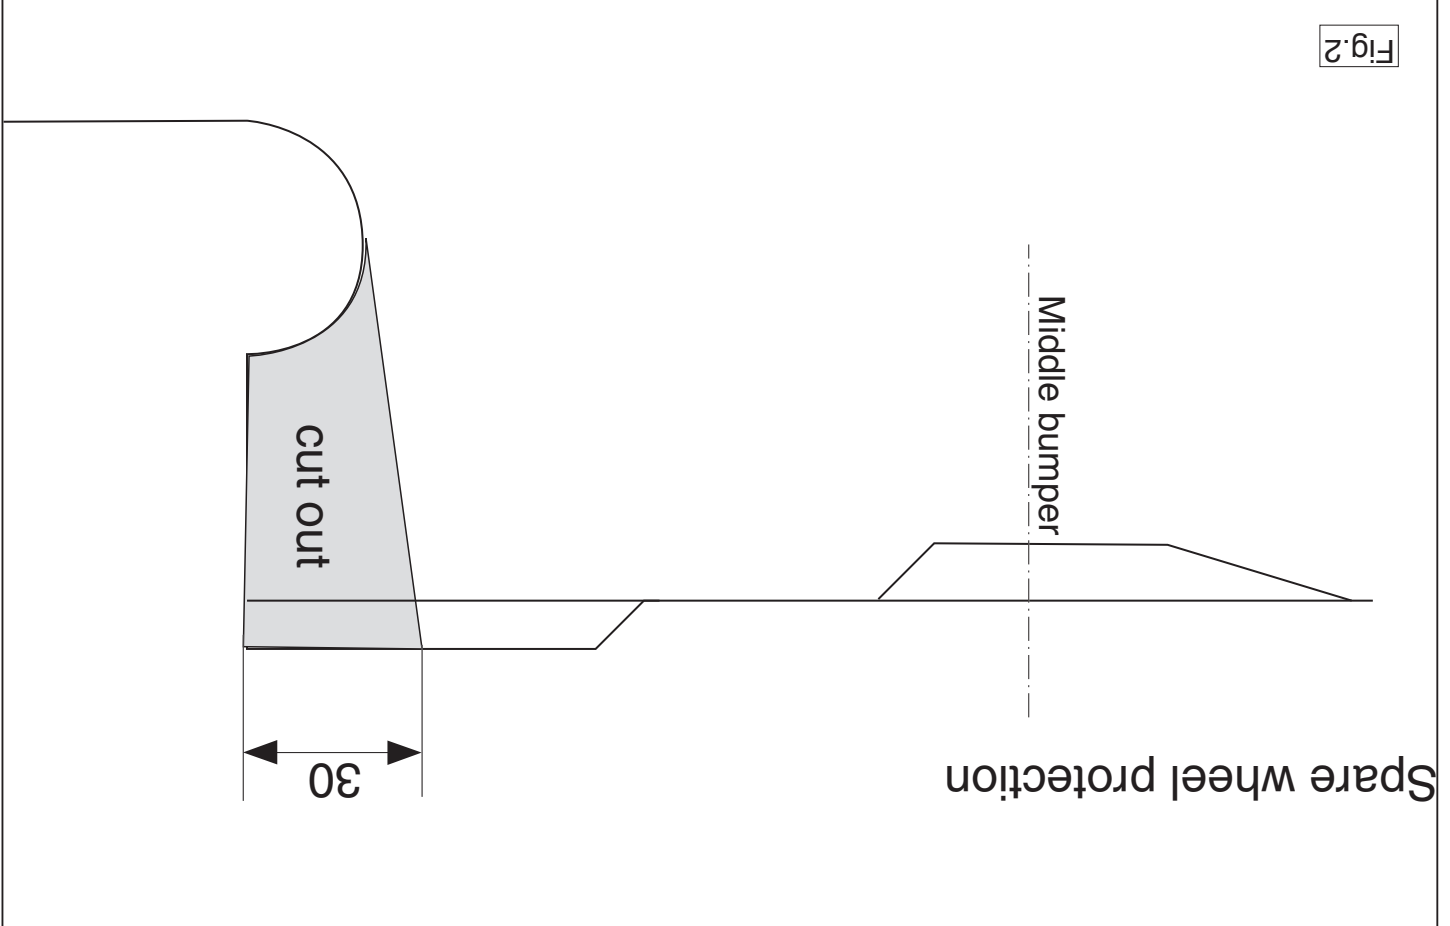

Fig. 2
7. Saw a section out of the middle of the underside of the plastic protective container as shown in fig 2.
7. Auf der Unterseite der Kunststoff-Schutzablage einen Teil aus der Mitte gemäß Abbildung 2 heraus schneiden.
6. Saw a section out of the middle of the underside of the plastic protective container as shown in fig 2.
6. Auf der Unterseite der Kunststoff-Schutzablage einen Teil aus der Mitte gemäß Abbildung 2 ausschneiden.
7. Scier au centre de la baquet de protection en plastique une partie correspondant à la figure 2.
6. Scier au centre de la baquet de protection en plastique une partie correspondant à la figure 2.